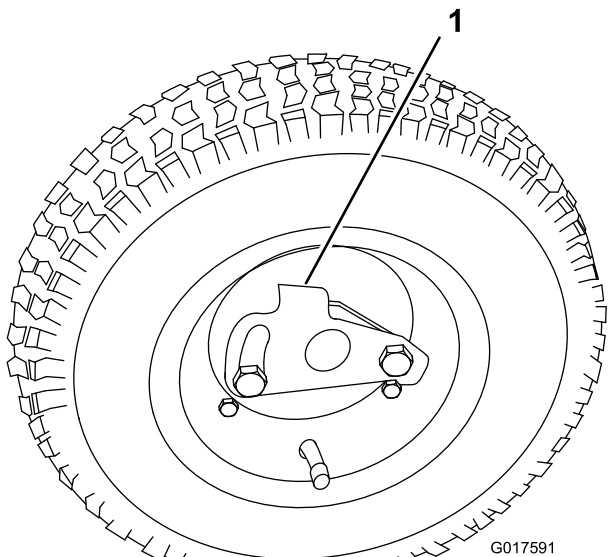

Bild 10
3. Drehen Sie den Radbefestigungsclip von der Mitte des Rads weg, damit er weiter auf die Achse gleiten kann (Bild 10).